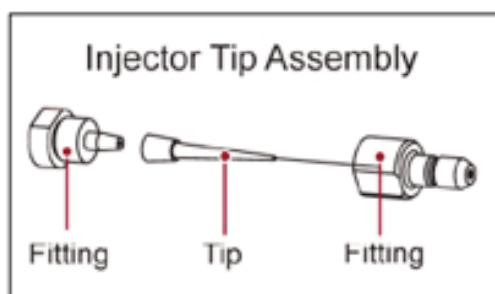

図 9
- 3) 取り外した Injector Tip Assembly を図 9 の様に分解し、Tip を交換する。